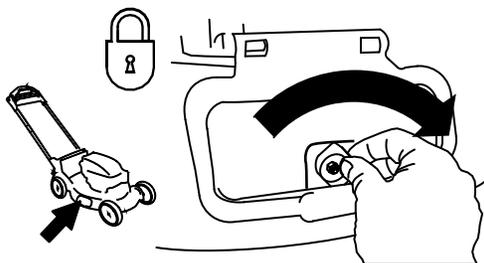

Figure 26
**Important:** Verrouillez le déflecteur d'éjection latérale après l'avoir fermé (Figure 26).